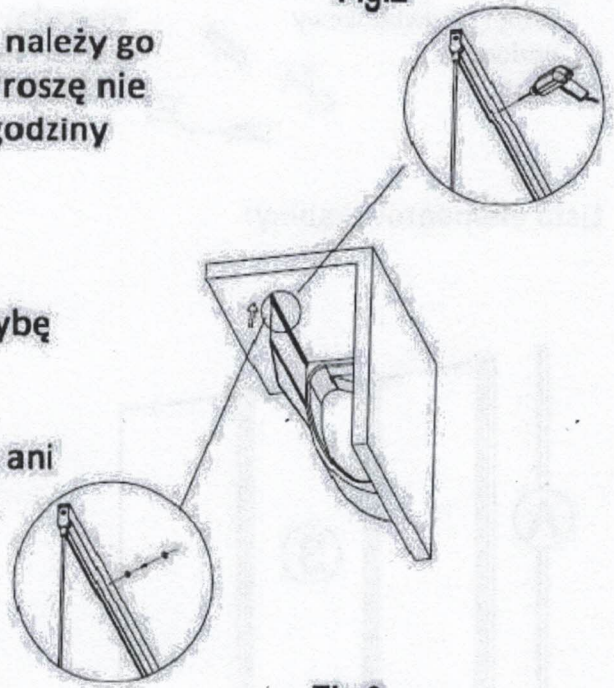

Fig.3
- 2. (Fig. 3) Wsuń panel szklany do profilu. Trzeba wywiercić otwór w profilu i włożyć śruby z wkrętami.